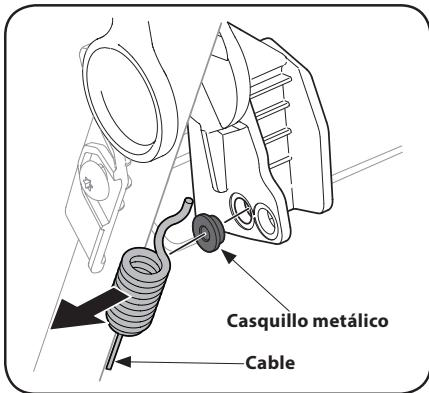

Figura 4-4
- Desenganche el cable y quite el casquillo metálico de la manija de transmisión de plástico. Vea la Figura 4-4.